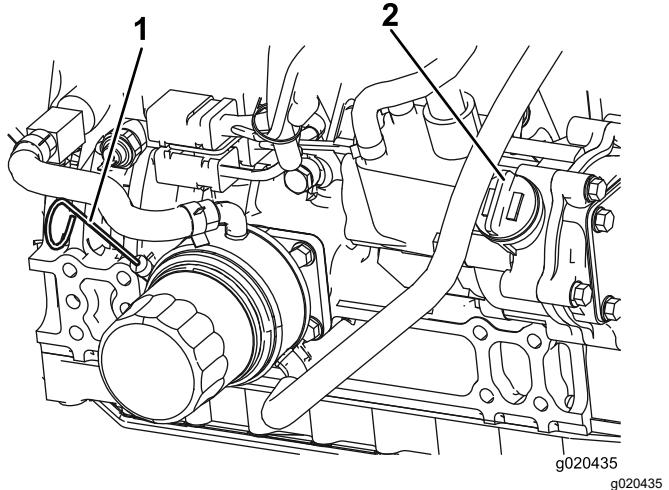

Bild 40
Der Ölstand sollte im sicheren Bereich liegen (Bild 40).
4. Wenn der Ölstand unter dem sicheren Bereich liegt, nehmen Sie den Fülldeckel ab (Bild 40) und gießen Sie genug Öl ein, um den Ölstand bis zur VOLL-Markierung anzuheben.